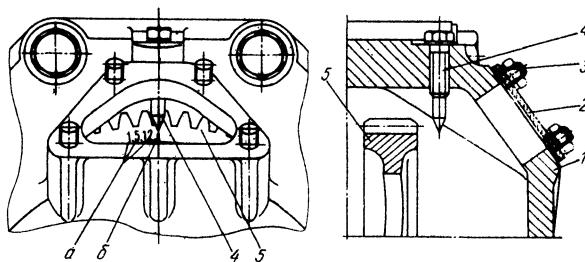
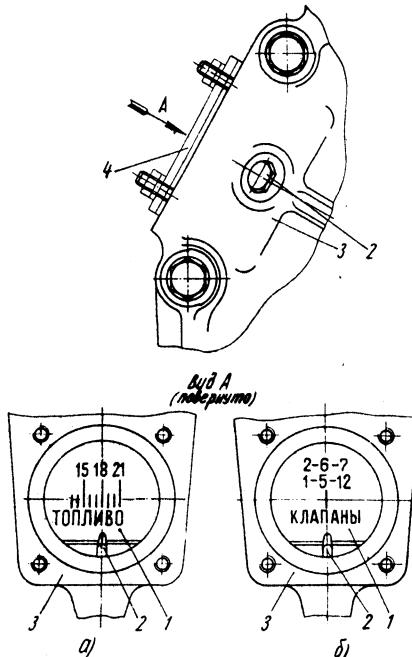
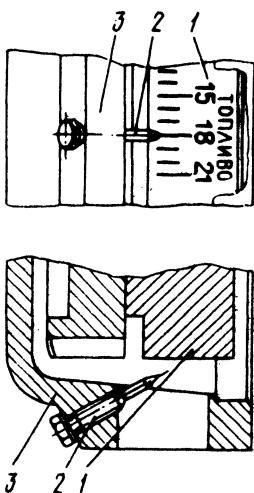
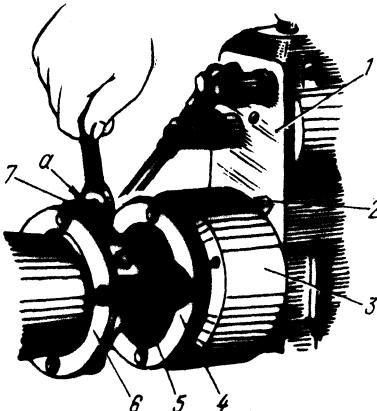

Рис. 41. Метки для регулировки клапанов:
Рис. 42. Регулировочные метки на гасителе крутильных колебаний:
Рис. 49. Совмещение рисок на маховике с указателем картера маховика:
Рис. 50. Привод топливного насоса высокого давления:
4. Снять крышку 2 (рис. 41) смотрового люка, находящуюся на картере маховика, или крышку 4 (рис. 42) на передней крышке блока цилиндров с пра-
6. Для регулировки зазоров клапанного механизма следующего цилиндра провернуть коленчатый вал в направлении рабочего вращения до совмещения меток (рис. 41 и 42б) соответствующих цилиндров с указателем.
Вращать коленчатый вал до совмещения метки «топливо» (рис. 42) с указателем или риской (рис. 49) с указателем в соответствии с углом опережения впрыскивания:
В момент совмещения меток, показанных на рис. 42 и 49, должны совместиться метка на торце муфты 3 (рис. 50) опережения с риской на указателе 2. Если метки не совместились, отвернуть две гайки, как показано на рис. 50, и поворотом муфты опережения за счет овальных отверстий на приводе совместить метки.
Не сбивая совмещенного положения меток, затянуть гайки (рис. 50) привода и, провернув коленчатый вал, проверить правильность установки угла опережения впрыскивания.